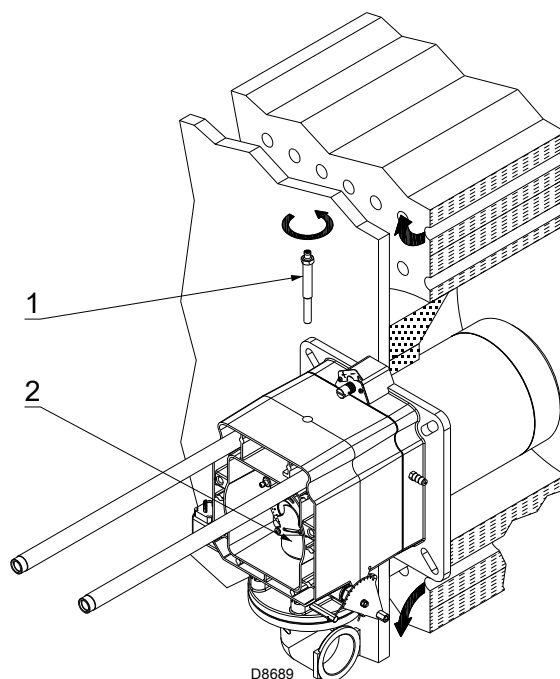

图 14
- 拆下螺丝 1)(图 14)；
- 取出燃烧头内部部件 2)(图 14) 进行校准。
在安装的上一步中，已将燃烧头固定到锅炉上，如图 14 所示。这样就很容易操作，只需根据燃烧器的最大出力对燃烧头进行设定。